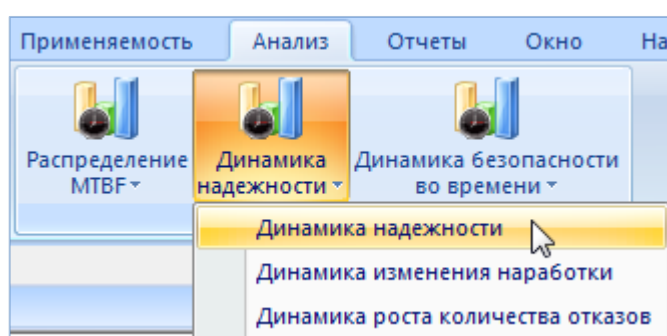

Рис. 13-313 – Выбор диаграммы по надежности
- 3) Нажать кнопку «Динамика надежности» панели «Диаграммы» на вкладке «Анализ» и выбрать пункт «Динамика надежности» (рис. 13-313).